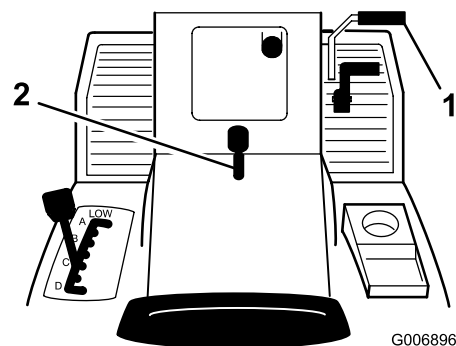

Figura 4
1. Premete e tenete premuto il pedale del freno (Figura 4).
2. Sollevate la leva del freno di stazionamento (Figura 4) ed alzate lentamente il piede dal pedale del freno.
1. Premete il pedale del freno (Figura 4).